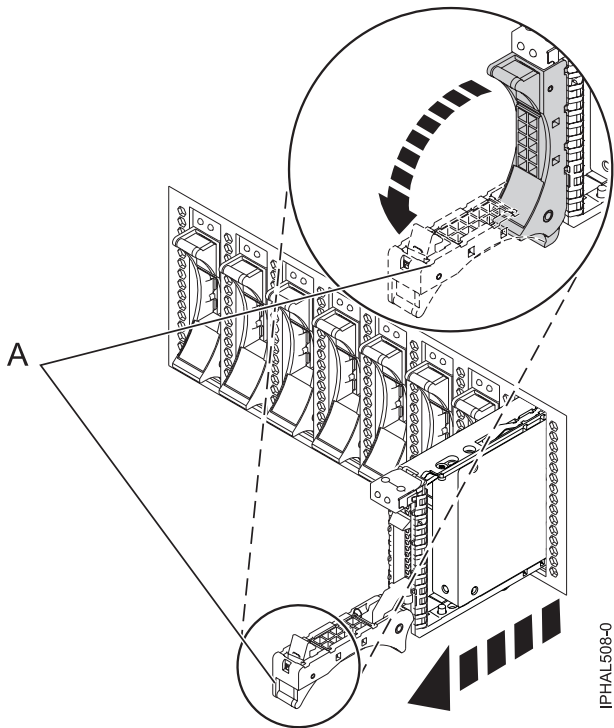

Figure 6. Retrait de l'unité de disque du fond de panier
- 1) Déverrouillez la poignée de l'unité de disques (A) et tirez-la vers vous pour la dégager.
- 2) Placez une main sous l'unité de disques et tirez avec précaution l'unité de disques du système, comme indiqué dans la figure 6, à la page 8.